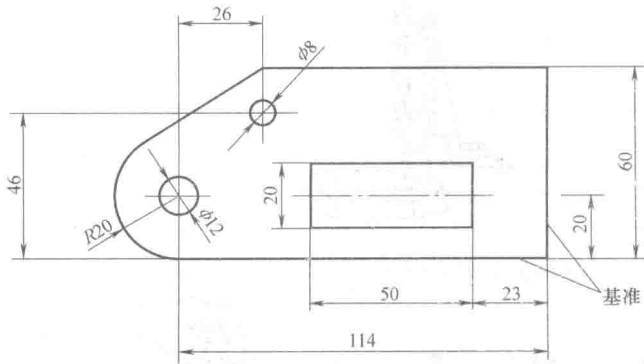
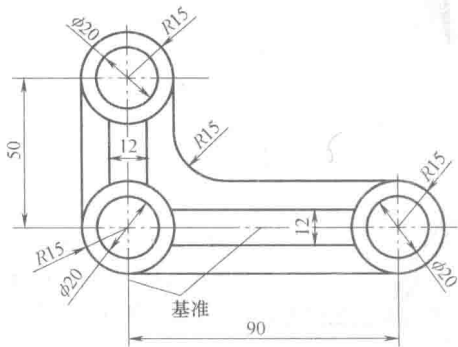

图 1-25 以两个相互垂直的平面作为划线基准
图 1-26 以两条相互垂直的中心线作为划线基准
1) 熟悉图样，选定划线基准，如图 1-25、图 1-26、图 1-27 所示。